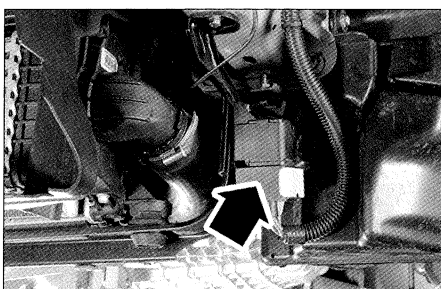

FIG. 3
- Sacar el conector del relé de la bujía de precalentamiento (fig. 3).